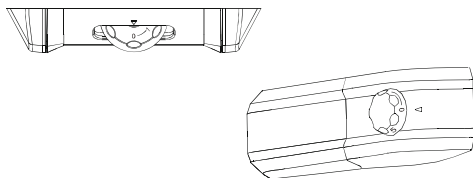

Fig.21
- 1) Gire o botão para a posição „0“ (fig.21)